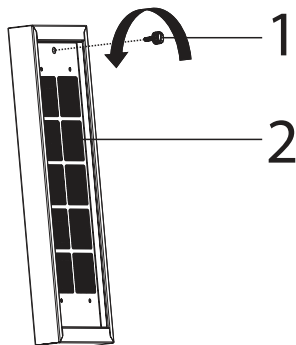

Abb. 24
**2.** → Entfernen Sie den Aktivkohle-Wabenfilter aus dem Metallrahmen, indem Sie die Schraube lösen ( Abb. 24 ).